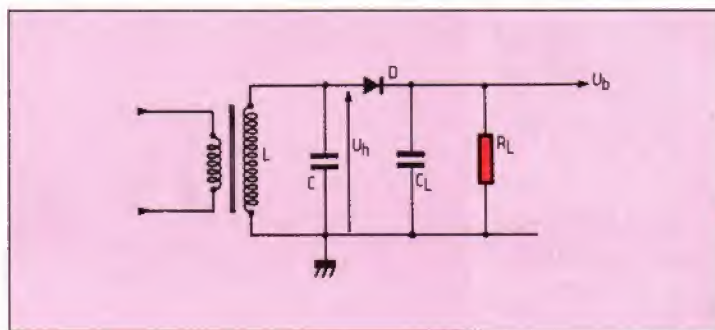
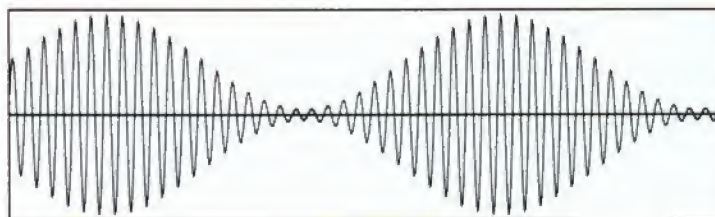
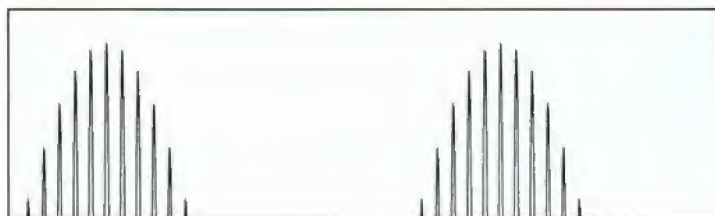

Fig. 1. — Dans ce schéma classique de démodulation, le seuil de la diode peut provoquer une distorsion aux forts taux de modulation.
Fig. 2. — Signal modulé en amplitude avec un taux de modulation de 90 %.
Fig. 3. — Si l'on applique le signal de la figure 2 avec une amplitude de crête de 1 V au démodulateur de la figure 1, seules les crêtes passent.
Habituellement, une démodulation se passe comme dans la figure 1. Le circuit résonnant (L et C) peut être le dernier filtre d'un amplificateur de fréquence intermédiaire. Il est accordé sur la porteuse du signal à démoduler. Suit la diode, avec sa résistance de charge (ou d'utilisation)  $R_L$  et le condensateur  $C_L$ , destiné à supprimer les résidus de porteuse, pour que le signal démodulé soit affecté d'un minimum d'ondulation résiduelle.
Imaginons donc qu'arrive, sur le montage de la figure 1, le signal modulé de la figure 2, fier de son taux de modulation de 90 %, et avec une amplitude maximale de 1 V. Si le seuil de la diode est de 0,6 V, on ne pourra récupérer que ce qui le dépasse, c'est-à-dire les crêtes, comme le montre la figure 3. On
La sélectivité étant une qualité précieuse, on voudra que les circuits LC des figures 1 et 5 ne soient pas trop amortis par ce qu'on place derrière. Dans le cas des deux schémas, on calcule cet amortissement, avec une bonne approximation, en se basant sur la notion de puissance.
Si l'on remplace le circuit de redressement par une résistance équivalente (consommant la même puissance et provoquant le même amortissement), sa valeur doit donc être  $R_L/2$  dans le cas de la figure 1.
**Exemple de calcul.** Soit un circuit LC (fig. 1) accordé sur 455 kHz avec  $C = 1$  nF, le coefficient de surtension étant  $Q = 200$ . La relation  $R = Q/C \omega$  donne une résistance à la résonance de  $R = 70$  k $\Omega$ . Si l'on travaille avec  $R_L = 140$  k $\Omega$ , on aurait donc déjà un amortissement tel que le coefficient de surtension tombe à  $Q = 100$ . Pour n'amortir que peu, on est donc conduit à des valeurs de  $R_L$  si désagréablement élevées qu'il vaut souvent mieux évoluer vers autre chose.